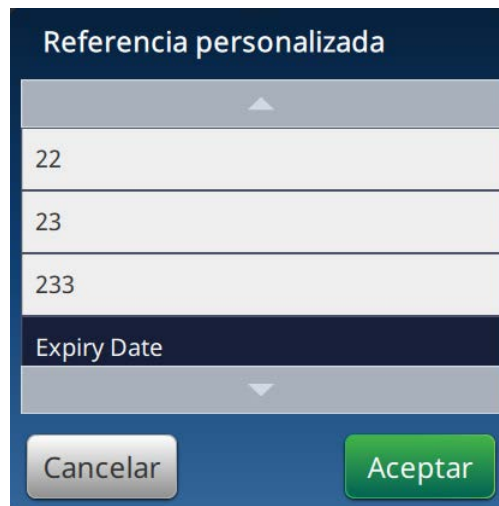

Figura 6-12: Lista Referencia personalizada
- Seleccione Expiry Date (Fecha de caducidad) en la lista Referencia personalizada, como se muestra en la Figura 6-12.
14. Seleccione *Fecha de caducidad* en la lista Referencia de campo personalizada, como se muestra en la Figura 6-12 en la página 6-16.